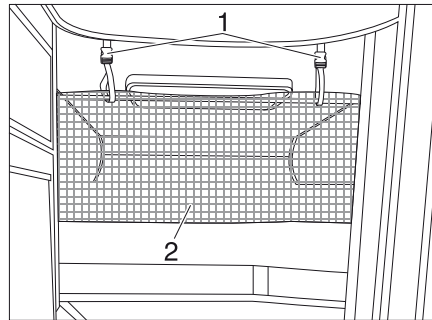

Bild 167 Skyddsnet
Skyddsnetet är standard (Bild 167,2). Det ligger mellan madrassen och ribbotten. Skyddsnetet ska först monteras när personen som ska sova där befinner sig i sängen.
- Haka fast fästbanden (Bild 167,1) i hållarna i taket.